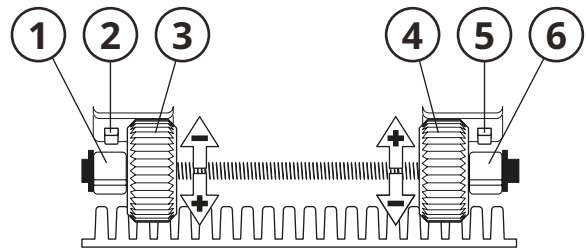

Fig. 7
3. **Grovjustering av ändläge för utrullning;** Roter trumman moturs sett från motorsidan, tills utrullningshjulet (3, Fig. 7) hindras av stopclipset (1). Detta hörs som ett smattrande ljud.
5. Ta bort stoppclips för utrullning (1, **Fig. 7**).
9. Ta bort stoppclips för inrullning (6, **Fig. 7**).
2. Justera ändlägen genom att skruva på in- och utrullningshjulen (3, 4, **Fig. 7**).